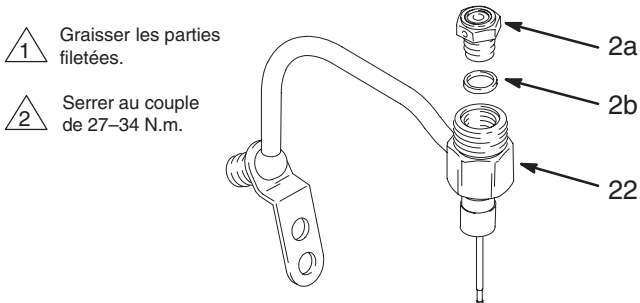

Fig. 15
3. Placer le joint d'étanchéité (2b) sur le siège de la vanne (2a). Graisser les parties filetées du siège de la vanne (2a). Visser le siège de la vanne dans le corps du tuyau de fluide (22). Serrer à 27–34 N.m. Voir Fig. 15.